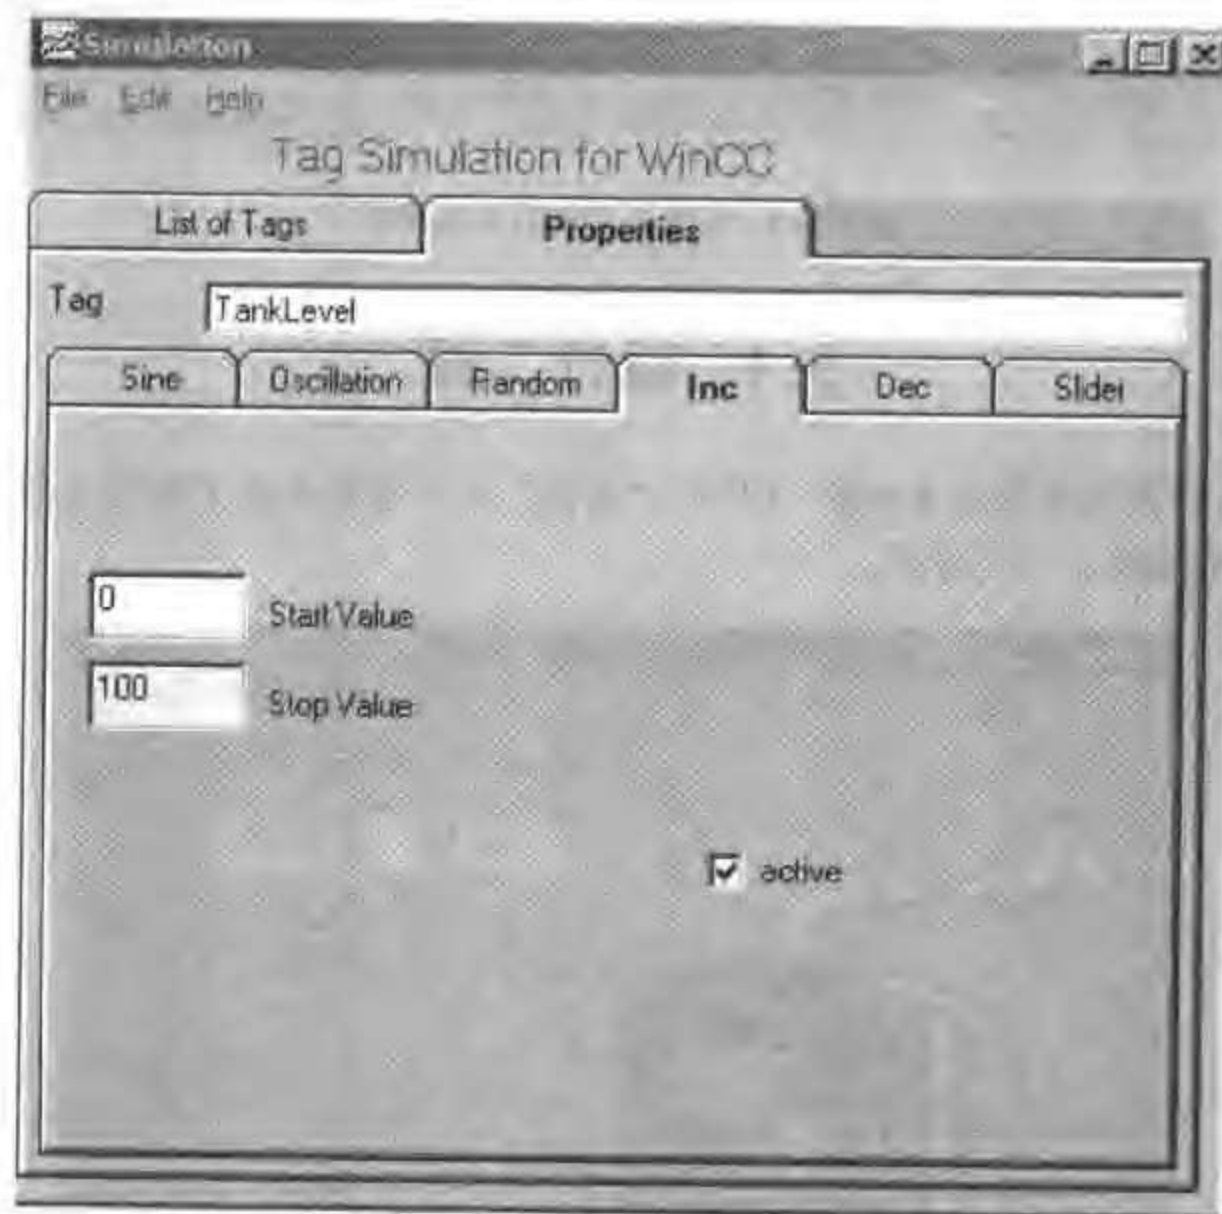

图 3-17 变量模拟器
- 输入起始值为 0,终止值为 100,并选中右下角的“激活”复选框,如图 3-17 所示。在 List of Tags 选项卡上,单击 Start Simulation 按钮,开始变量模拟。TankLevel 值会不停地变化。